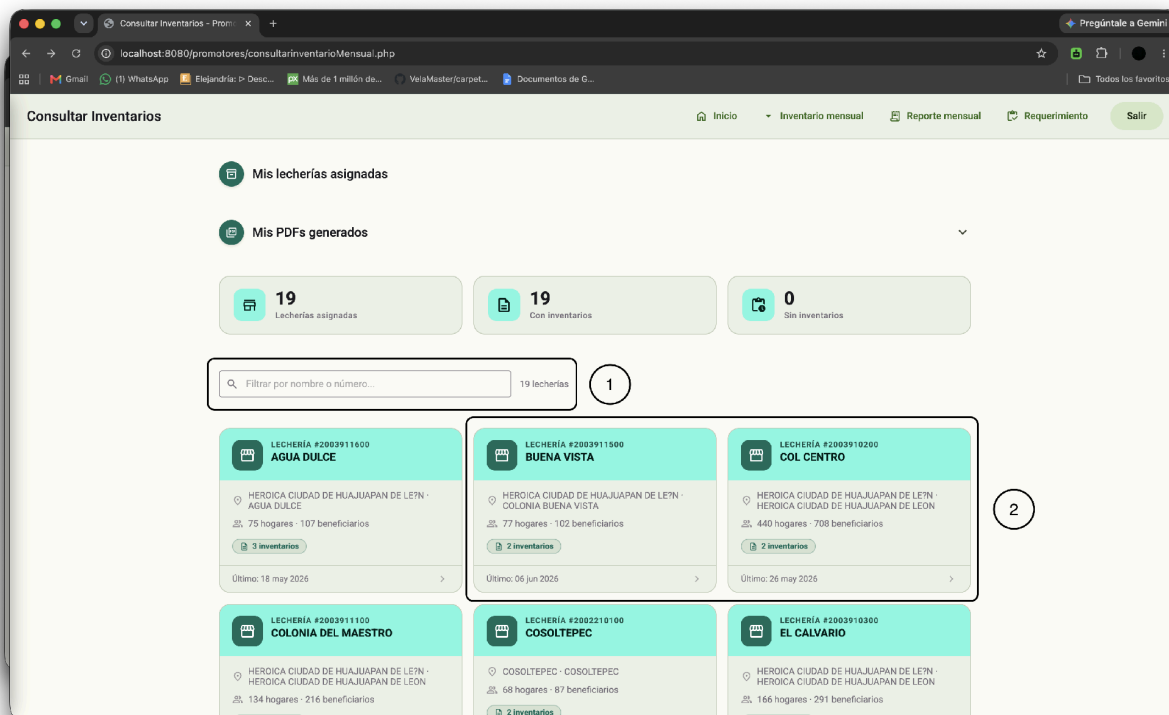

Figura 1.4 — Consultar inventarios registrados
- El botón **Inventario mensual** redirecciona a la pestaña donde se pueden consultar las estadísticas de sus lecherías asignadas. *Figura 1.4*
- **Inventario** mensual: lo dirigirá a la pestaña para generar su inventario mensual del mes. *Figura 1.4*